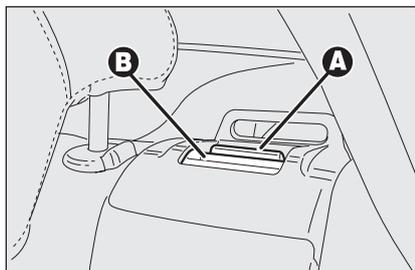
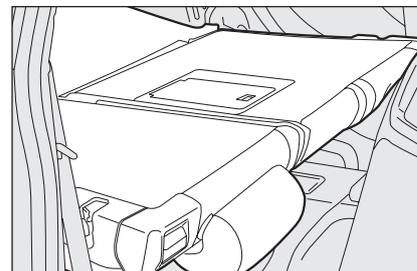

fig. 76
fig. 77
- sollevare le leve **A-fig. 76** di ritengo schienali e ribaltarli in avanti, in modo da ottenere un unico piano di carico **fig. 77** (il sollevamento della leva **A** è evidenziato da una "banda rossa" **B**).
- sollevare la leva **A-fig. 76** di ritegno schienale e ribaltare quest'ultimo in avanti (il sollevamento della leva **A** è evidenziato da una "banda rossa" **B**).
Assicurarsi che lo schienale risulti correttamente agganciato su entrambi i lati ("bande rosse" B-fig. 76 non visibili) per evitare che, in caso di brusca frenata, lo schienale possa proiettarsi in avanti causando ferimento ai passeggeri.